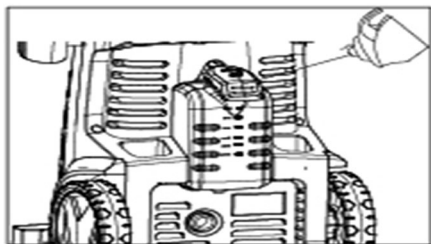

fig. 7
- Versare il detergente nel contenitore (Fig. 7). Impostare la lancia regolabile in modalità bassa pressione.